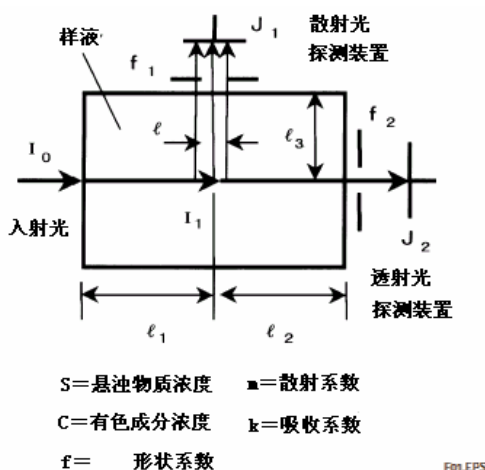

图 1 透射光散射光比较方式的测量原理图
因为水中存在的悬浮物质，从光发射装置发出的光束产生散射。SS400 MLSS 分析仪用光电探测装置探测透射光和散射光束，并将它们转换为电信号。分析仪随后将透射光与散射光进行比较以计算其比值，并确定 MLSS 浓度。图 1 简要地阐明了透射光/散射光比较方式的测量原理。散射光 J_1 和透射光 J_2 分别用公式 (1) 和 (2) 表示。在图示中 I_1 用公式 (3) 表示， J_1 和 J_2 的比值表示为公式 (4)。如果光电探测装置的配置满足 $I_2=I_3$ ，MLSS 浓度 S 也则由公式 (5) 决定。